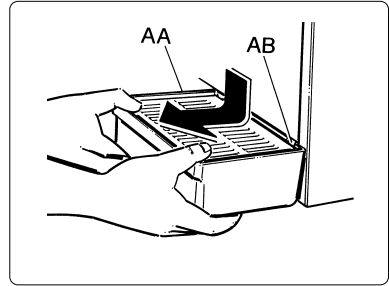

Fig. 19
- i) Démontez le petit bac qui sert à recueillir les gouttes (AA) en le baissant et en le tirant vers l'extérieur (voir la fig. 19). Lavez-le soigneusement dans tous ses recoins et remontez-le en effectuant les opérations indiquées ci-dessus mais dans le sens inverse. N'oubliez pas de remettre le tuyau d'écoulement de l'eau de condensation (AB) dans son propre logement.